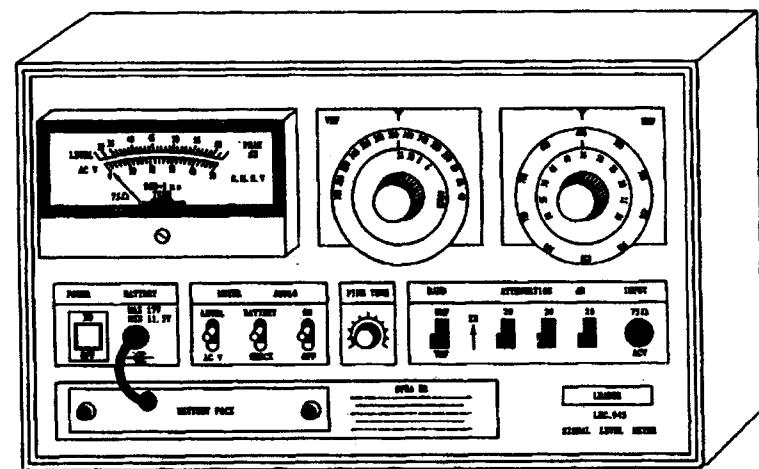

图 1-5 945 场强仪控制面板
以 945 场强仪为例,该仪器体积小、重量轻,携带方便。其控制面板见图 1-5。使用前应做好以下准备:①使表针指向零点。②仪器左下部为电池盒,内装 9 节 5 号电池,面板有一直流电源引线插头,如果使用仪器内部的直流电源可将插头插入 BATTER 插口,如果使用交流 220V 电源可配用 11.5~17V 直流稳压器,并将其插入上述插口,在使用直流稳压器时要注意插口的芯线为负极,切勿接反。③开启电源开关(POWER),将开关(BATTBRY)拨至下部,表针指示应在粗黑线区,表示电压正常,然后将此开关拨至上部,再进行测量。